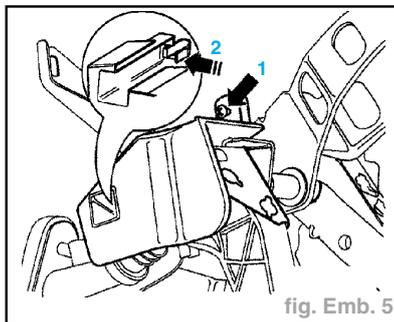

fig. Emb. 5
- Déposer le cache du support de palier (flèches (1) et (2)) (fig. Emb. 5).